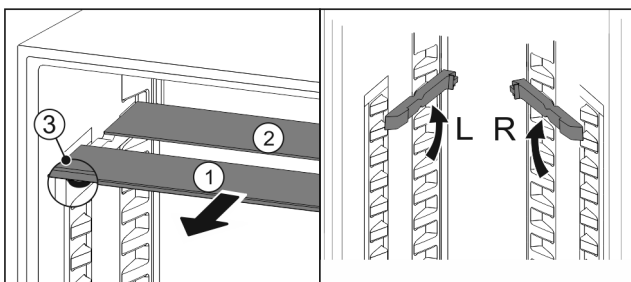

Fig. 87
- ▶ Skleněné desky jednotlivě vytáhněte dopředu Fig. 87 (1).
- ▷ Skleněná deska Fig. 87 (1) s ozdobnou lištou leží vpředu.
- ▷ Zarážky Fig. 87 (3) směřují dolů.